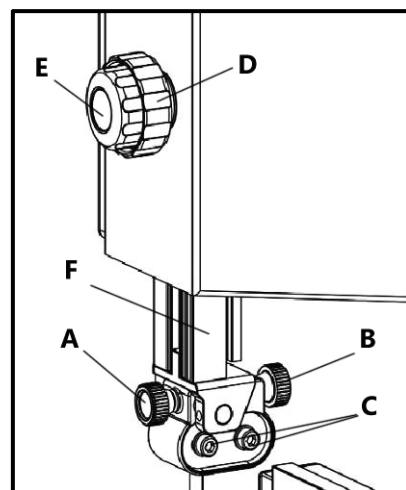

Рисунок 14.
- Установите верхнюю направляющую пильного полотна с помощью ручки регулировки D (рис. 14) на нужную высоту, ослабив фиксирующую ручку. После регулировки обязательно затяните ручку фиксации E.